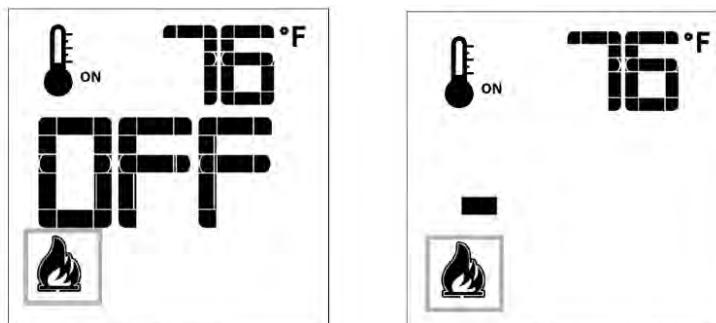

Fig. 7: Flamme éteinte
La touche fléchée Haut augmente la hauteur de la flamme à chaque pression. Si on appuie sur la touche fléchée Haut pendant que le système est en marche mais que la flamme est éteinte, celle-ci s'allumera en position haute (Fig. 7 et 8). La réception de la commande est confirmée par un (1) seul bip.